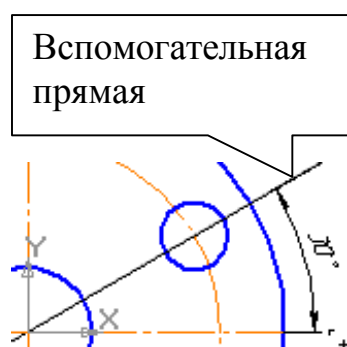

Рис. 3
4. Для построения окружности Ø32 проведите вспомогательную прямую . Зафиксируйте ее положение в начале координат и в параметрах укажите угол наклона 30°. Командой **Окружность**  (без осей) на панели **Геометрия**  постройте окружность радиусом 16 мм с центром в точке пересечения вспомогательной прямой и окружности, выполненной осевой линией, рис. 3.